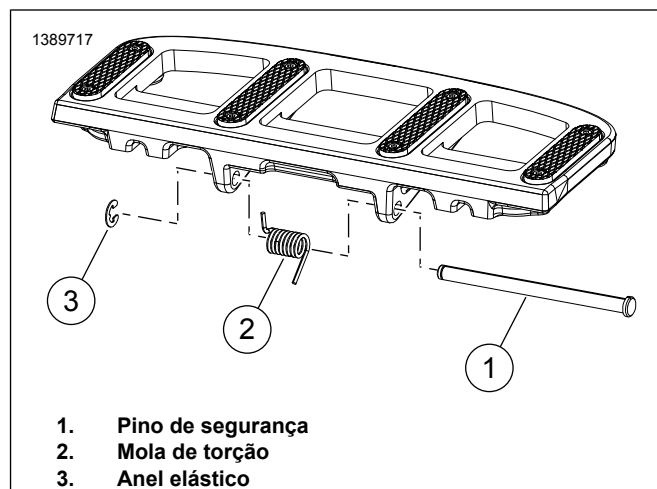

Figura 2. Kit do estribo do motociclista
1. Figura 2 Remova o anel elástico (3), o pino de segurança (1) e a mola de torção de retorno (2).
- a. **Kits 50501679, 50501648, 50502256, 50502257:** Figura 2 Insira a extremidade mais curta da mola de torção (2) do Equipamento original (OE) no furo mais à frente no estribo.